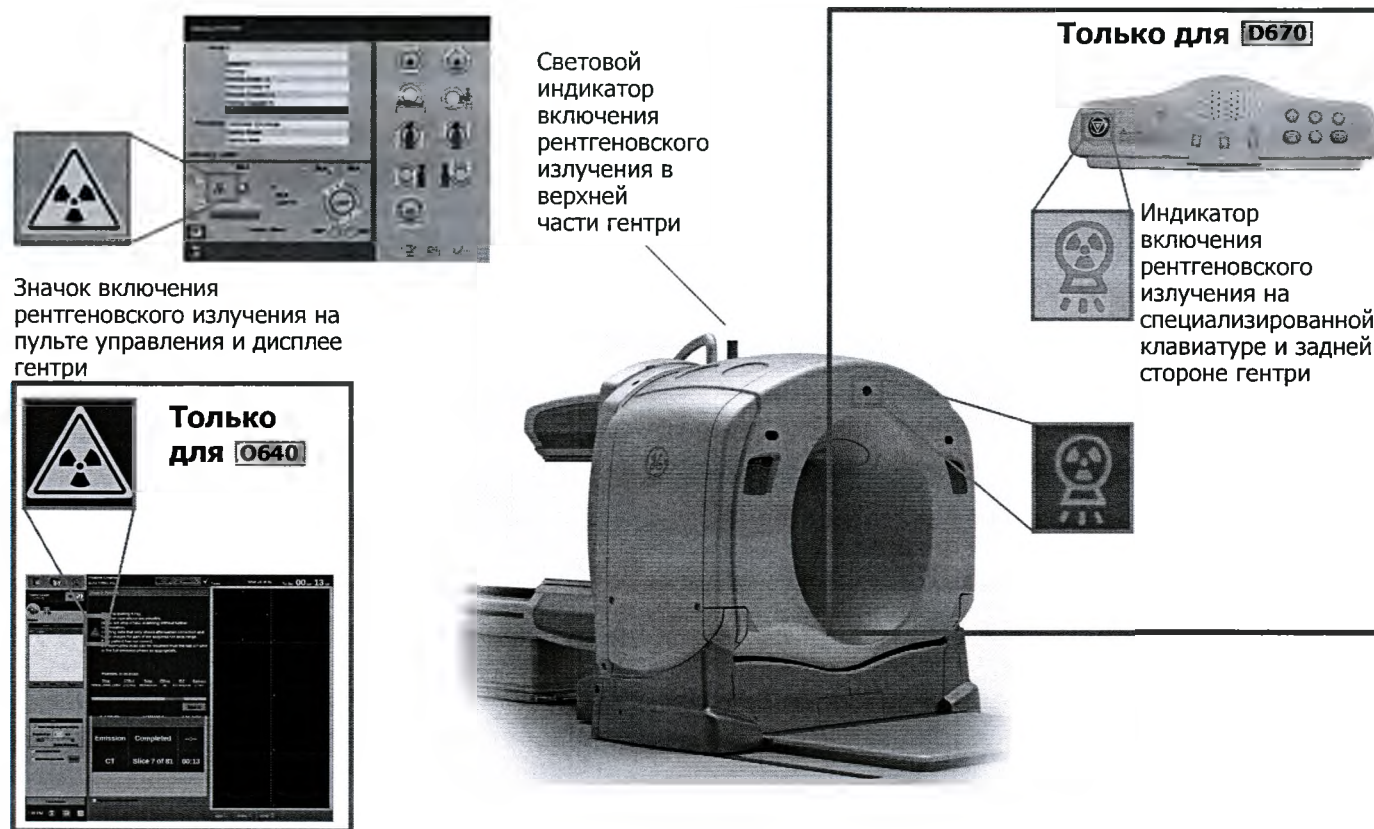

Рис. 3-7. Расположение индикаторов включения рентгеновского излучения
- При наличии опасности рентгеновского облучения загораются световые индикаторы рентгеновского излучения (см. Рис. 3-7, стр. 3-17).